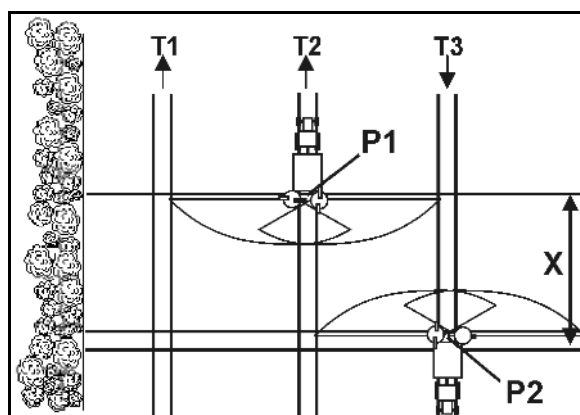

Fig. 46
- Lukkespjeldene åpnes etter innkjøring i kjøresporet på punkt P1 (Fig. 46) hvis spredeskivene har avstanden X fra kjøresporet til vendeteigen.
- Lukking av spjeldet før kjøring ut av kjøresporet på punkt P2 (Fig. 46) hvis spredeskivene befinner seg på høyde med det første kjøresporet i vendeteigen.